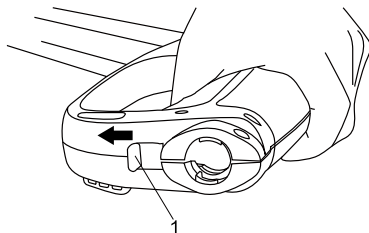

Рис. 6
1. Сдвиньте фиксатор шланга высокого давления (1) влево (Рис. 6).